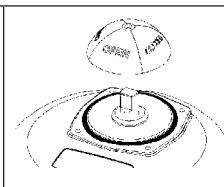

Bild 12: Stellungsan-
- Stellungsanzeiger entfernen (siehe „Bild 12“).